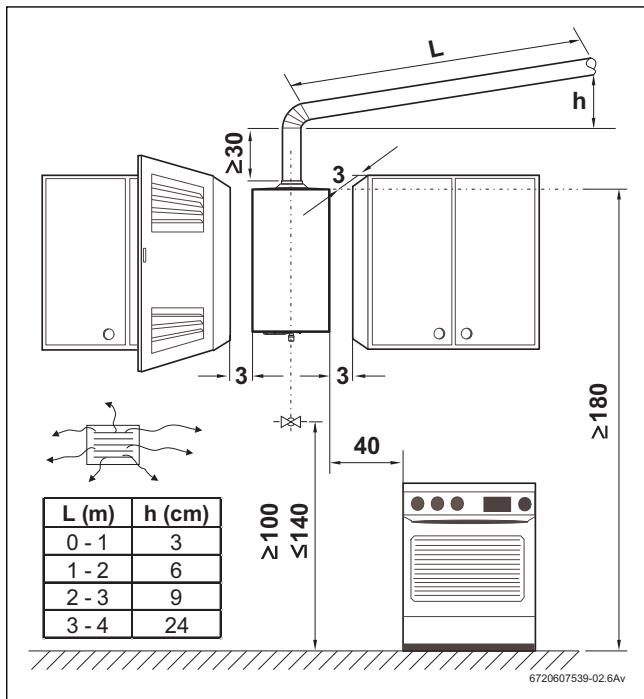

Fig. 6 Distâncias mínima (em cm)
- Assegurar o bom acesso nos trabalhos de manutenção, respeitando as distâncias mínimas indicadas na Fig. 6 .